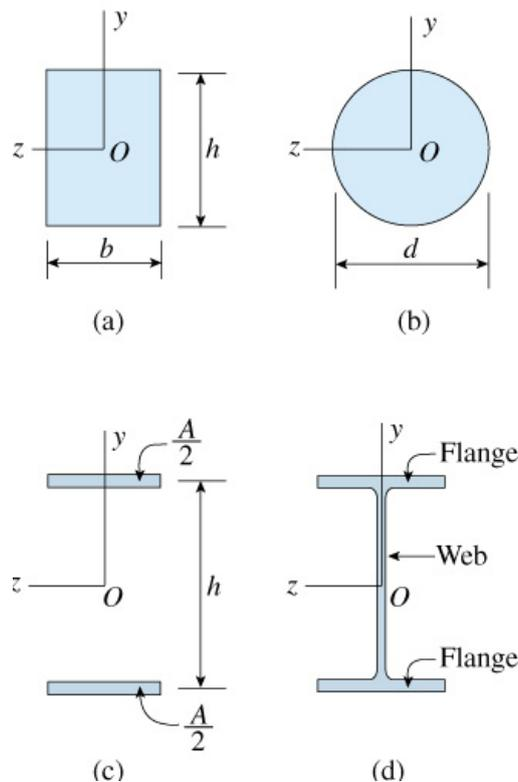

Figura 15 – Forma de seção transversal de vigas. (Gere, 2003)
- 1- Compare do ponto de vista da eficiência uma seção transversal circular sólida de diâmetro d como na Figura 15. b com uma seção transversal quadrada de mesma área. Dica: Ache a relação $\frac{S_{quadrado}}{S_{circulo}}$.
A forma ideal da seção transversal para ma viga com uma dada área de seção transversal A e altura h poderia ser obtida colocando metade da área a uma distância $h/2$ acima da linha neutra e a outra metade a uma distância $h/2$ abaixo da linha neutra, como apresentado na Figura 15.c.